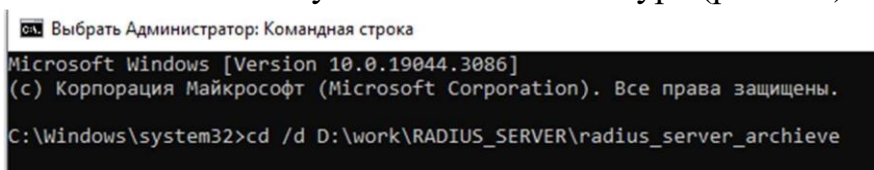

Рисунок 1.5
2.2.5. Ввести команду «cd /d *» вставить скопированный путь из пункта 2.2.3». Нажать клавишу «Enter» на клавиатуре (рис. 1.5).